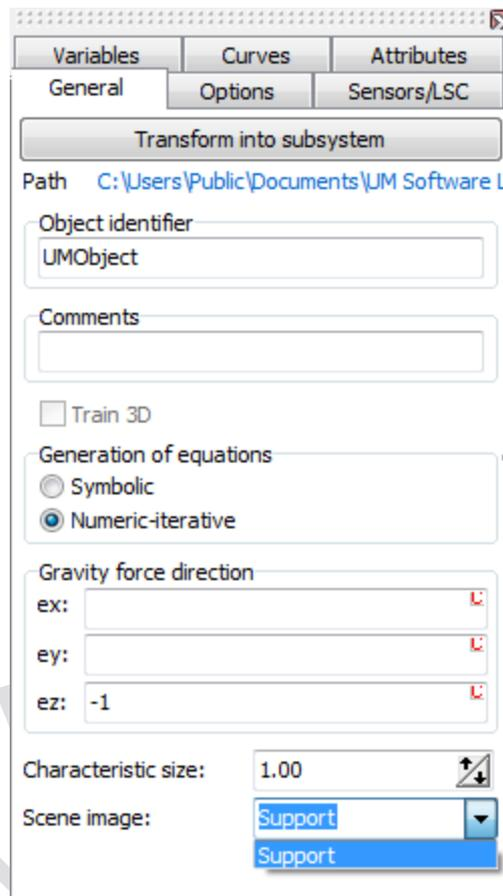

图 1.8 选择场景几何
2. 在右侧交互界面界面 Scene image 处选择 Support 作为场景几何，如图 1.8 所示。